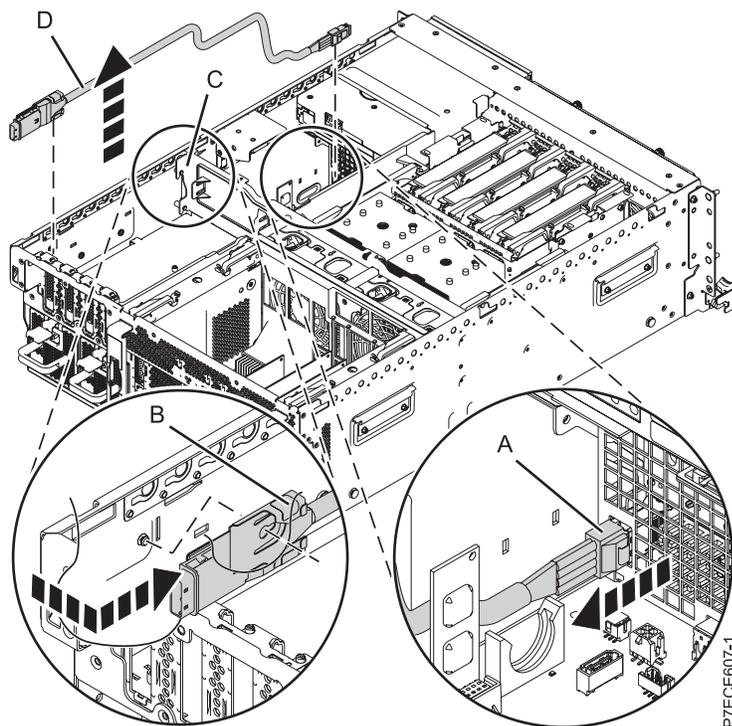

Figure 37. Retrait du port SAS externe
9. Appuyez sur le taquet latéral et retirez le capuchon SAS (A) du port de connexion SAS externe sur le fond de panier de l'unité de disque (voir figure 37, à la page 63).
10. Enfoncez le port de connexion SAS vers le bas (B) puis sortez le câble SAS (D) du fond de panier système.
11. Retirez le câble SAS (D) du système en tirant à partir de l'équerre centrale (C).